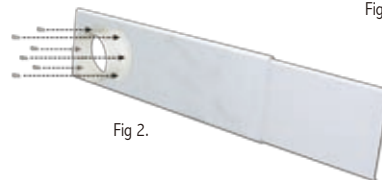

Fig 2.
B. Fixez le support du tuyau : Fig. 2